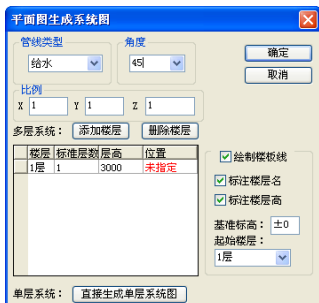

图 3-3 【平面图生成系统图】对话框
② 输入 XTSC 命令按回车键，系统弹出如图 3-3 所示【平面图生成系统图】对话框，分别在“管线类型”和“角度”选项中设置参数。
③ 在对话框下方单击“直接生成单层系统图”按钮，命令行提示如下：